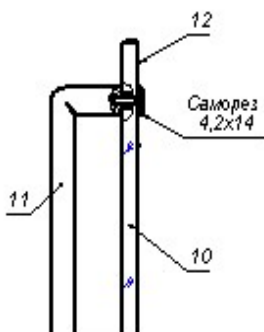

Рис. 1
4.5. Установить на стеклянную дверь (10) ручку (11) и накладку магнитной защелки (12) (см. рис.1).